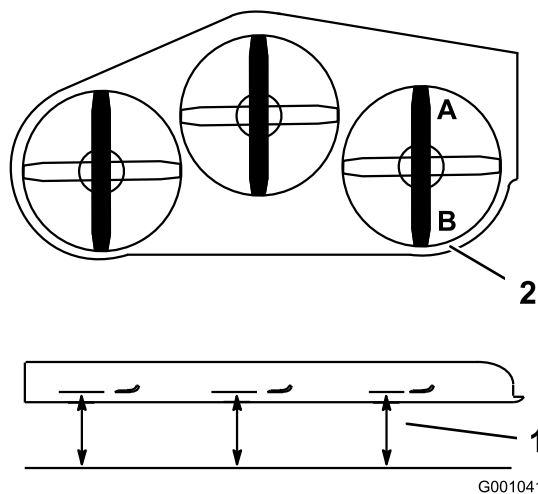

Figura 85
2. Coloque una cuchilla en posición longitudinal. Mida en las posiciones **A** y **B** desde una superficie nivelada hasta el filo de corte de los extremos de la cuchilla (Figura 85).